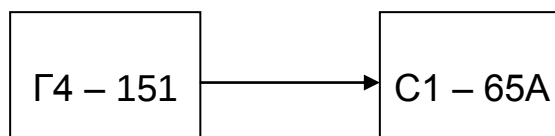

Рис. 3
- 5.1 Собрать схему измерений (рис. 3)